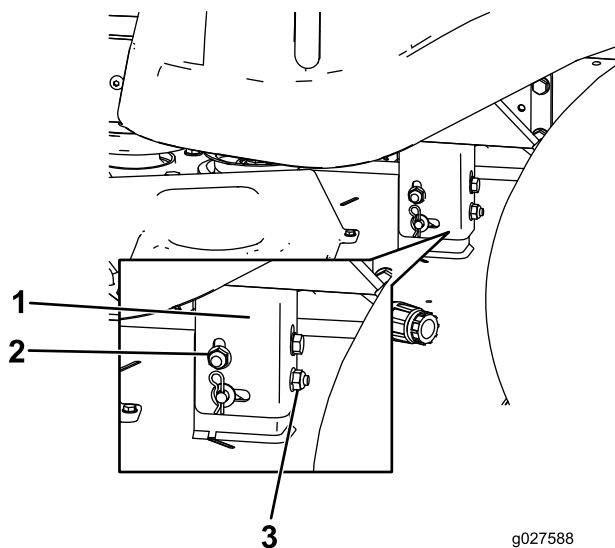

Figure 51
- Élevez ou abaissez le côté gauche du plateau de coupe en tournant l'écrou arrière. (Figure 51).